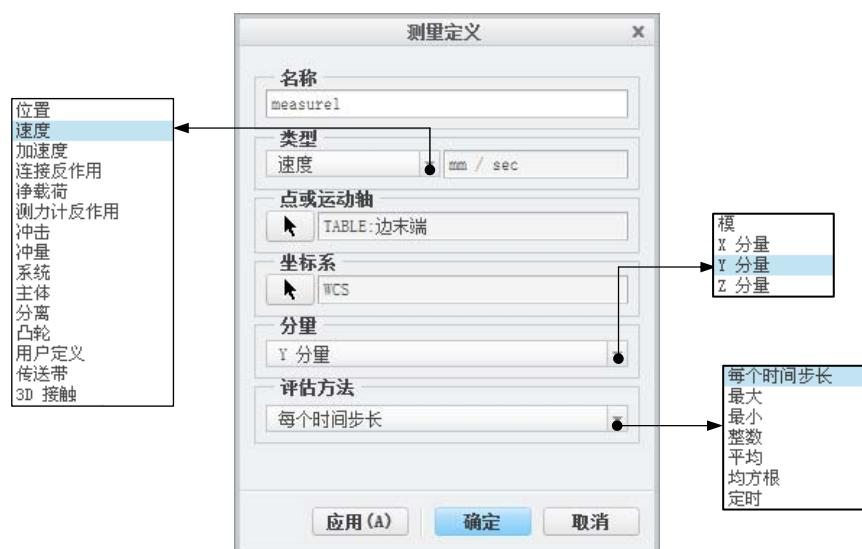

图 6.3.1 “测量定义”对话框
(1) 选择命令。单击 **机构** 功能选项卡 **分析** ▾ 区域中的“测量”按钮 ，系统弹出“测量结果”对话框。
(2) 新建一个测量。单击  按钮，系统弹出图 6.3.1 所示的“测量定义”对话框，在该对话框中进行下列操作：